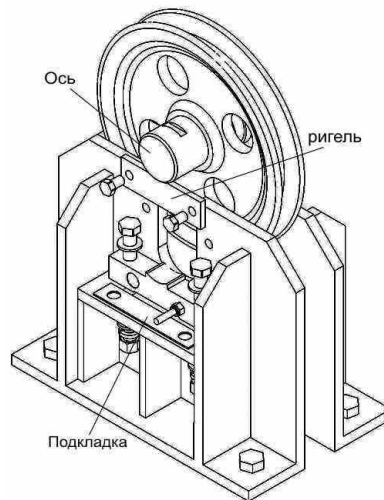

Рис.7
6. Установить датчик на подкладку и закрепить его болтами и гайками рис.7.